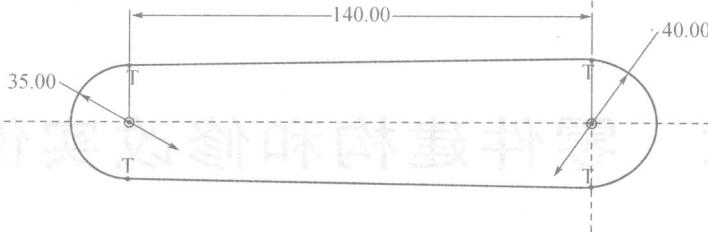

图 7-2
① 点击拉伸按钮 →【Placement(放置)】→【Define(定义)】→点选“FRONT”作为草图平面→【Sketch(草绘)】进入草绘环境→点击 ,关闭平面的显示→绘制如图 7-2 所示的草图。